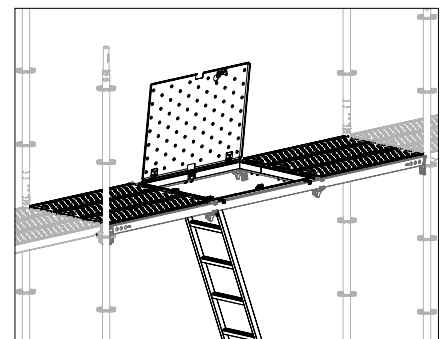

Abb. A8.04b
- Durchstieg UAF-2 ist montiert. (Abb. A8.04b)